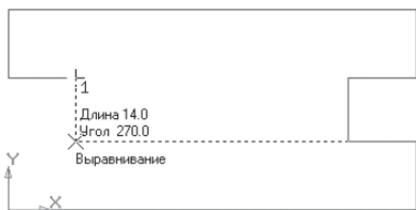

Рис. 38
- вызовите щелчком ПКМ локальную привязку **Выравнивание** и зафиксируйте следующий вертикальный отрезок (рис. 38);